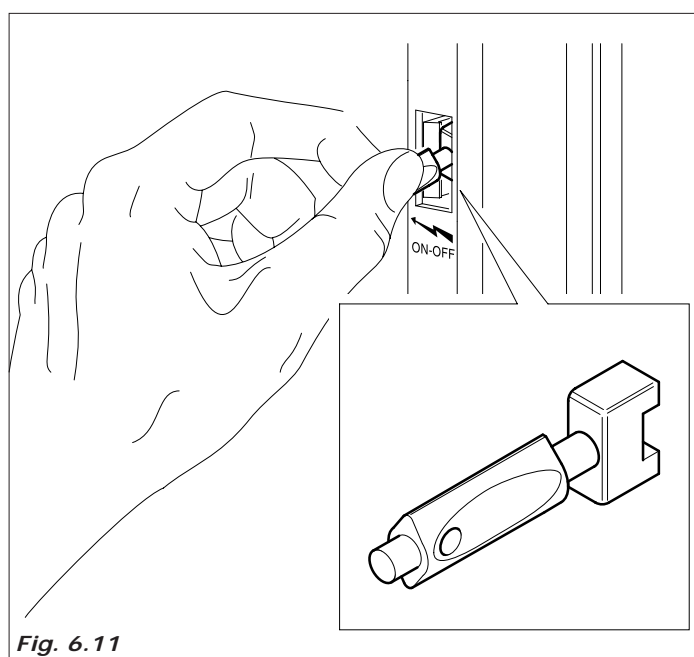

Fig. 6.11
- Para algumas operações é porem necessário operar com a porta aberta, mas distribuidor ativo. É possível, para o pessoal técnico instalador, operar assim, introduzindo a especial chavinha em plástico (Clixon), em dotação ao distribuidor automático, no interruptor porta, virando-a de 90° (Fig. 6.11).